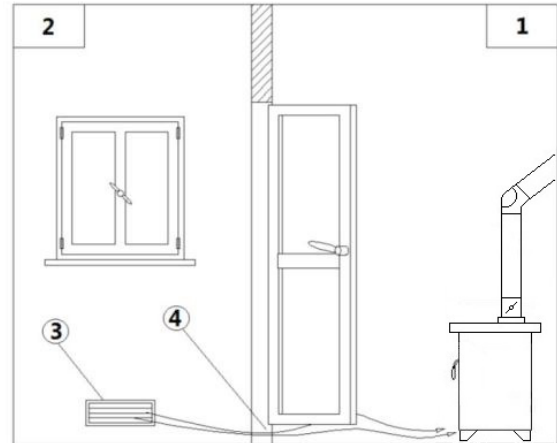
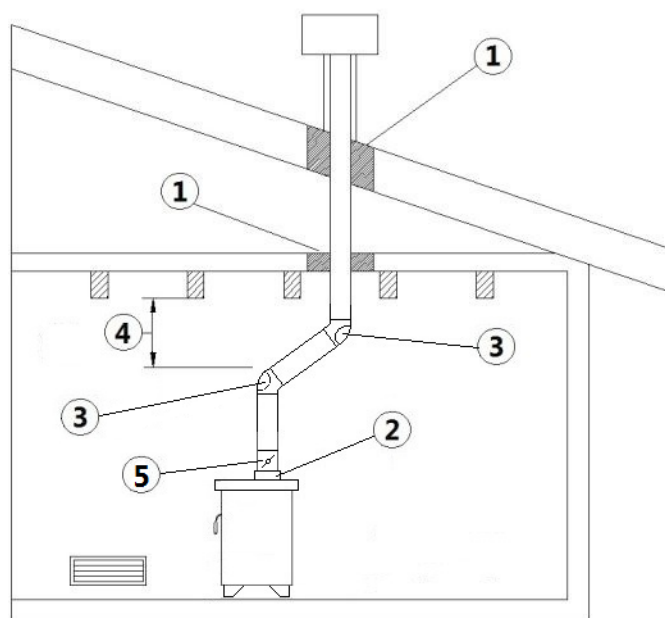

Fig. 6 - Indirectement depuis la pièce adjacente
Fig. 7 - Exemple 1
LÉGENDE Fig. 6 à page 34-Fig. 7 à page 34
- L'afflux d'air entre l'extérieur et la pièce peut se produire directement, à travers une ouverture dans les murs extérieurs de la pièce (solution conseillée voir **Fig. 6 à page 34** ou indirectement, par aspiration de l'air par des pièces proches de celle à ventiler (voir **Fig. 7 à page 34**).